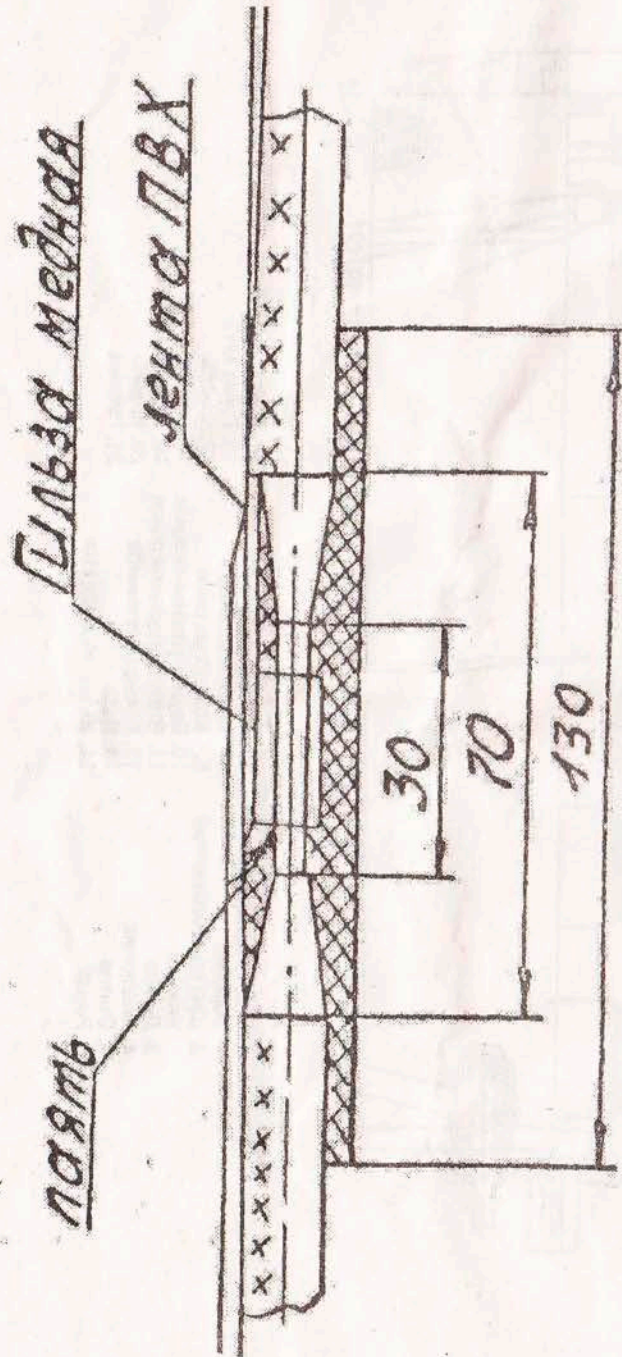

Рис.5 Соединение выводных концов электродвигателя с токоподводящим кабелем
- присоединить токоподводящий кабель к выводным концам электродвигателя следующим образом (рис.5):